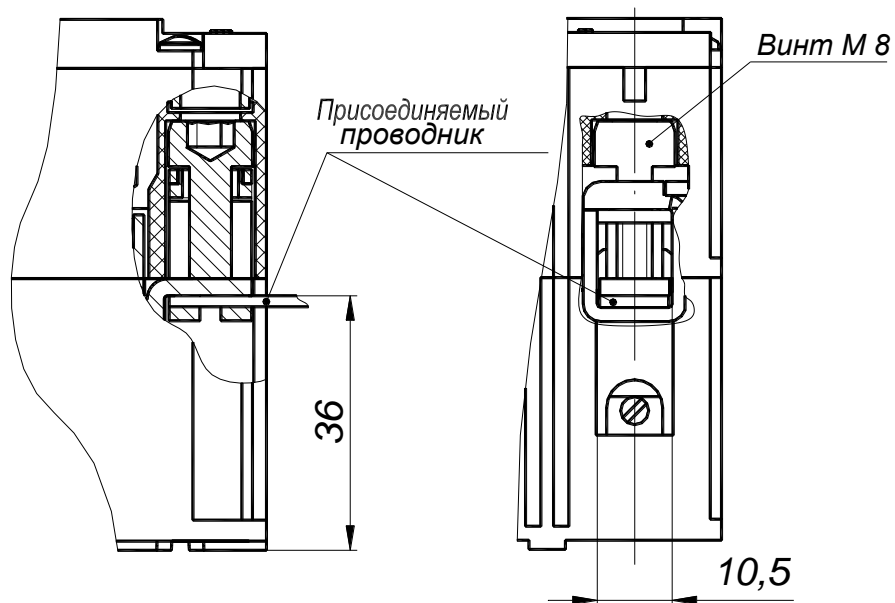

Рисунок 10. Способы присоединения внешних проводников к выключателю.
- подсоединить внешние проводники к главной цепи выключателя (рисунок 10 а);